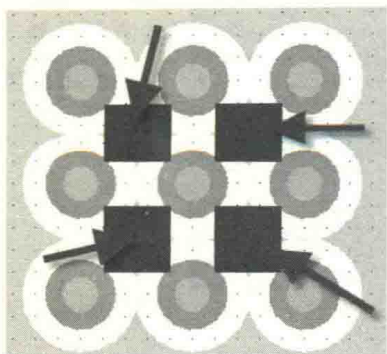

图 11-21 放置填充法
(2) 放置填充法：如果第一种方法还没有解决，那么可以通过把过孔和过孔之间的间距移开一些，或者弄清楚负片的概念（不可视为铜皮，可视为非铜皮），通过放置填充来解决，如图 11-21 所示，执行菜单命令“Place-Fill”，进行放置填充，这样看到的方块就没有铜了，类似地可以处理其他。